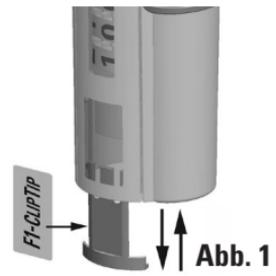

Abb. 4a
1. Setzen Sie die er ClipTip-Spitze in den Halter und schieben Sie die Pipette auf die Spitze, bis sie einrastet. Die Spitze sitzt sicher, wenn sie über dem Flansch der Spitzenthalerung sitzt. Wenden Sie beim Anbringen der Spitzen keine Gewalt an – leichtes Andrücken genügt. (Abb.4a)